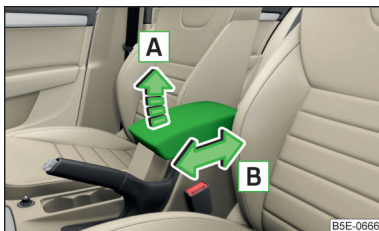

Fig. 87
- Pour **régl**er la hauteur, soulevez l'accoudoir dans le sens de la flèche **A** dans l'une des positions d'encliquetage » fig. 87.